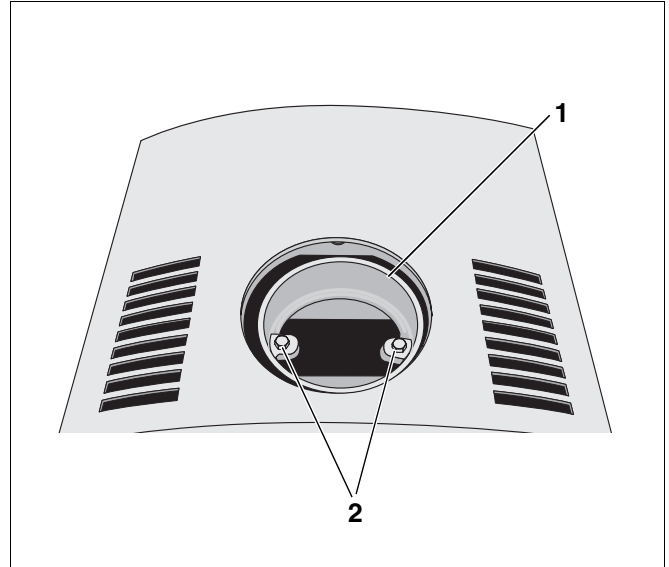

Abb. 4 Abgasanschluss Oberseite – Abgasstutzen
- Schrauben des Abgasstutzens am Abgasanschluss Oberseite (Abb. 4, **Pos. 2**) lösen.
- Abgasstutzen entfernen (Abb. 4, **Pos. 1**).